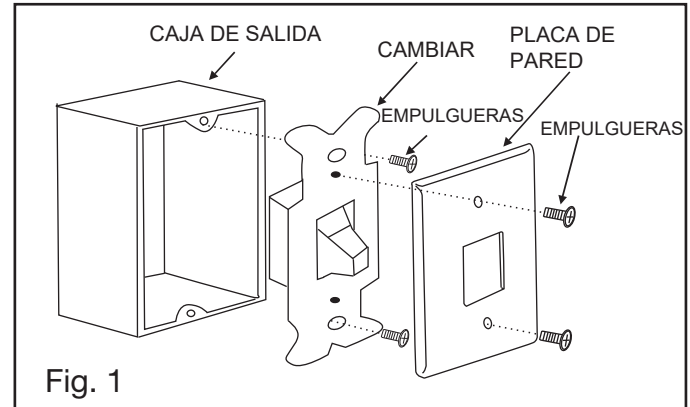

Fig. 1
- 1 Coloque la cuchilla sobre el brazo de la cuchilla y alinee la cuchilla con los agujeros de montaje en los brazos de la cuchilla. Repita este procedimiento sin apretar el tornillo hasta que los 3 tornillos y tuercas hayan comenzado en el brazo de la cuchilla (Fig. 1).
- 3 Sujete el ensamblaje de la cuchilla al motor con los tornillos provistos y las arandelas de seguridad con la llave de brazo de cuchilla. (Fig. 1) Repita el procedimiento para las cuchillas restantes. ¡Asegúrese de que los tornillos estén apretados! Los tornillos flojos del motor pueden contribuir al zumbido innecesario durante la operación. (Figura 2)